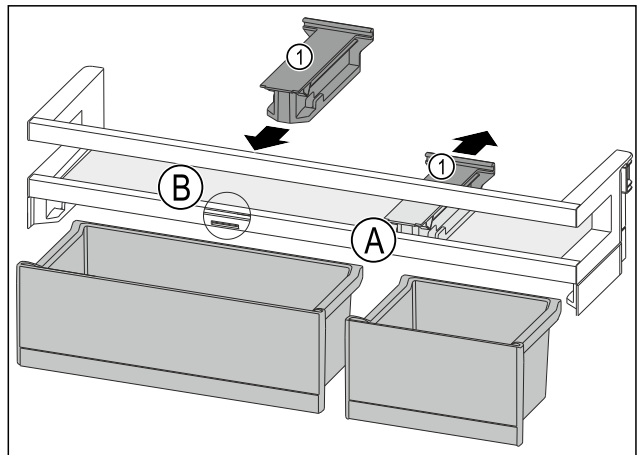

Fig. 114
- ▶ Halteteil Fig. 114 (1) in Position Fig. 114 (A) nach hinten abziehen.
- ▶ Halteteil Fig. 114 (1) in Position Fig. 114 (B) einsetzen.